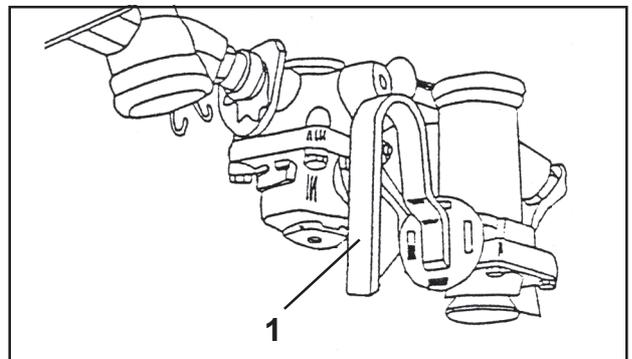

Fig. 5.9
- Zum Rangieren der abgekuppelten und damit automatisch gebremsten Sämaschine den Handhebel (Fig. 5.9/ 1) des Bremskraftreglers auf "Lösen" stellen.